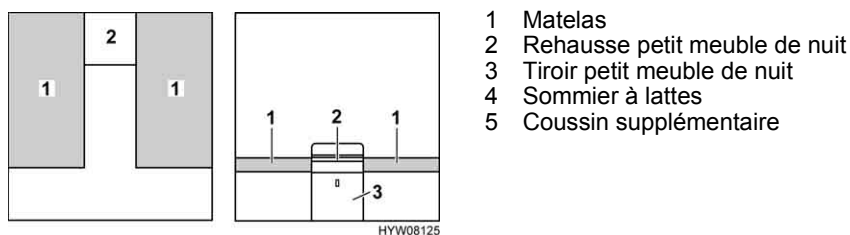

Fig. 117 Avant la transformation
- Retirer la rehausse du petit meuble de nuit (Fig. 117,2) et la mettre de côté.